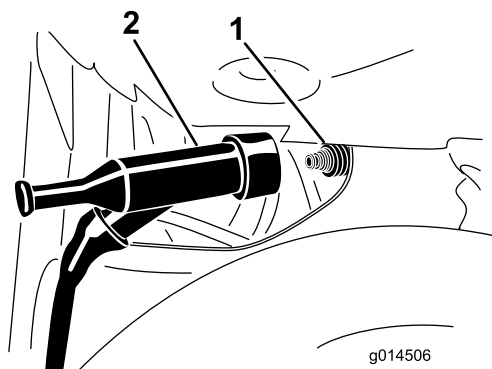

Figura 17
2. Retire el cable de la bujía (Figura 17).